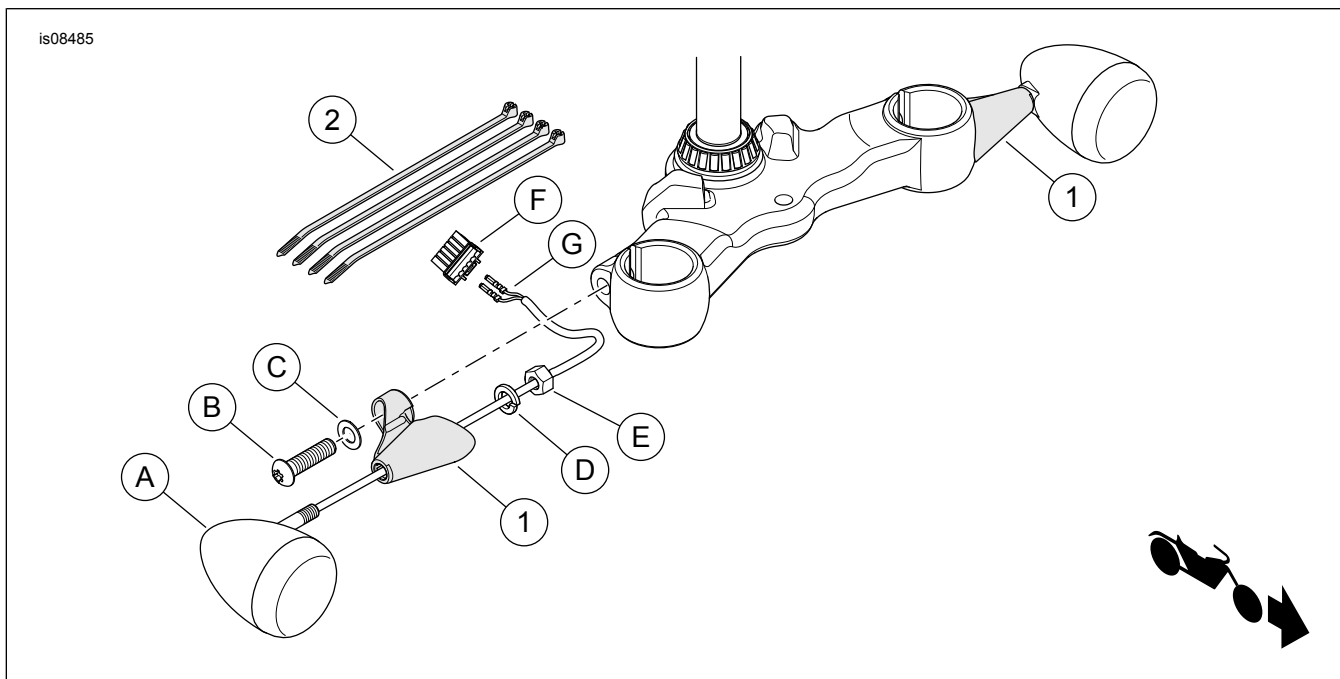

Figure 1. Pièces de rechange : kit de repositionnement de feu de direction avant – XL1200X
Voir Figure 1 et Tableau 1.
3. Voir Figure 1. Retirer le boîtier de connecteur (F) du faisceau des fils du feu de direction. Bien noter l'emplacement des bornes (G). Consulter le manuel d'entretien.
5. Retirer l'écrou (E), la rondelle (D), et l'ensemble du feu de direction (A) du support de l'équipement d'origine.
8. Voir Figure 1. Faire passer les câbles et les bornes (G) par le support de feux de direction (1).
9. Installer l'ensemble de feux de direction sur sa monture. Serrer la rondelle-frein (D) et l'écrou (E). Serrer à un couple de 16,3–21,7 N·m (12–16 ft-lbs).
12. Diriger le faisceau de câbles de chacun des feux de direction vers le faisceau principal comme cela a été noté précédemment. Attacher le faisceau avec des serre-câbles (2).
13. Faire passer les bornes des câbles des feux de direction (G) dans le logement du boîtier du connecteur comme cela a été noté précédemment. Consulter le manuel d'entretien.